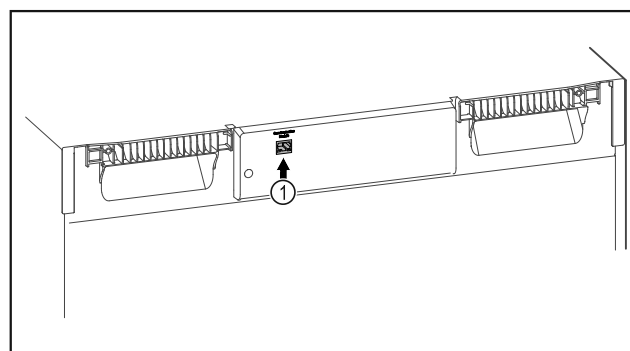

Fig. 102
- SmartModule Fig. 102 (1) är insatt.